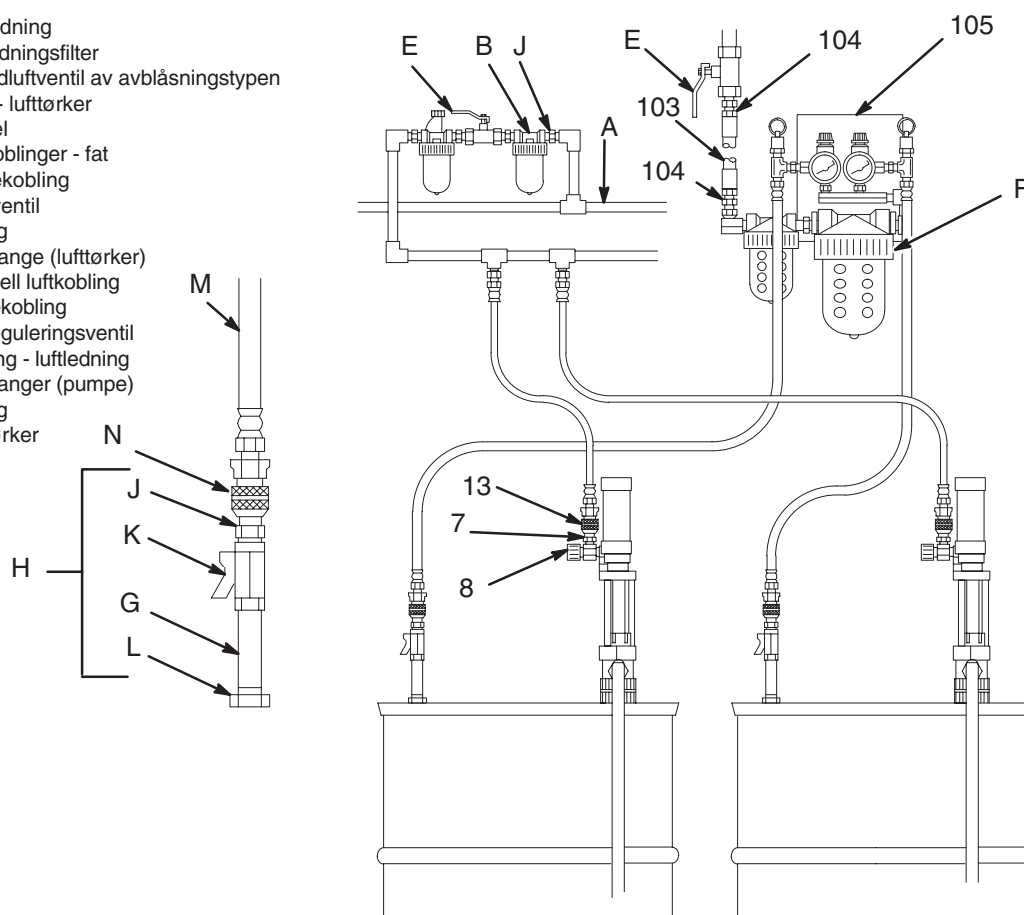

Fig. 3
5. Koble en lufttilførselsslange til 1/4 npt luftledningskoblingen (13). Lufttilførselsslanger (103) fås i sett 217–381. Se Fig. 3 på side 6.
2. Monter lufttørkeren (105) på et passende sted. Instruksjonsbok 307–548 har et diagram som viser monteringshullene. Se Fig. 3.
3. Skru løs ringen på lufttørkeren (F) for å ta av skålen. Se Fig. 3. Ta av filteret og fyll skålen med tørkemidlet som følger med. Sett sammen igjen.
5. Koble de tørre luftslangene (M) til fatkoblingen som har et identisk merke ved hjelp av den spesielle pinnekoblingen (J) og koblingsstykket (N). Se Fig. 3.
1. Ta slangekoblingen (N) av lufttørkerens fatkoblinger (H). Se Fig. 3.
2. La kuleventilen (K) være åpen i noen få minutter for å slippe ut lufttrykket i fatet. Steng deretter ventilene.